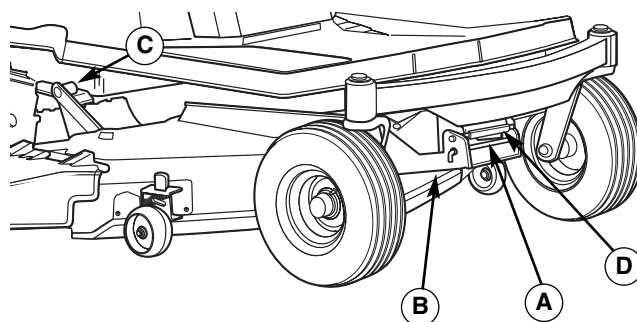

Figure 11. Composantes de l'attelage de la tondeuse
3. Faire glisser le plateau de coupe de la tondeuse sous le côté droit de la tondeuse autoportée. Faire glisser la tondeuse vers l'arrière en s'assurant que les supports arrière de la tondeuse (C, figure 11) glissent sur les rampes du cadre. L'arrière de la tondeuse est supportée par ces rampes de cadre.
4. Suspendre l'attelage de la tondeuse (B, figure 11) sur le support d'attelage de la tondeuse autoportée (D) et fixer avec la tige d'attelage et le clip (A).